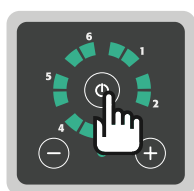

Fig. 13: Tecla de mando ON/OFF
2. Abra la llave de corte (pos. 1, 2).
5. Pulse la tecla de mando «ON/OFF» en el panel de control (Fig. 13).